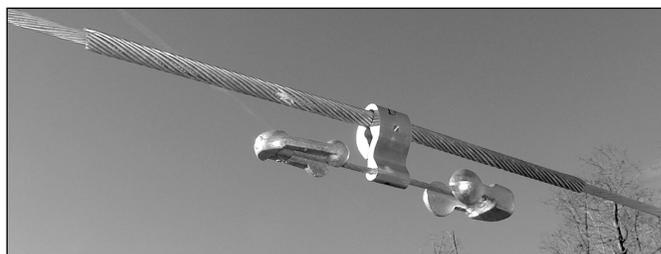

Figura 9: Amortiguador completamente instalado sobre Varillas de Protección.
3.07 La Figura 9 muestra una aplicación sobre Varillas de Protección del Amortiguador VORTX™.